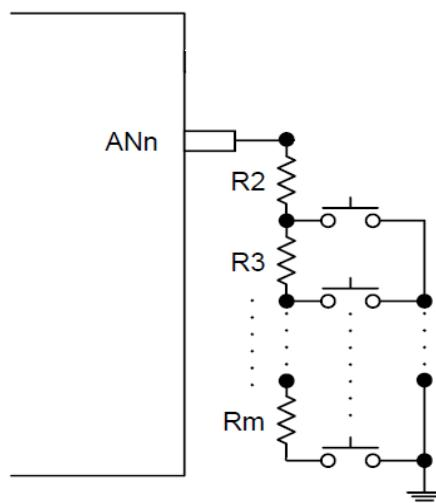

Figure 16-3 ADC 按键输入串联电阻应用参考图
6. 如果 Figure16-3 中的某个键被按下，端口上就会有一个电压值，当这个电压值小于  $4.2\text{V}$  (@ $\text{VDD}=5\text{V}$ ) 时，AMWIF 标志位会被拉高。芯片也会从省电模式醒来，同时进入 ADC 中断服务程序，软件清零 AMWIF 标志；